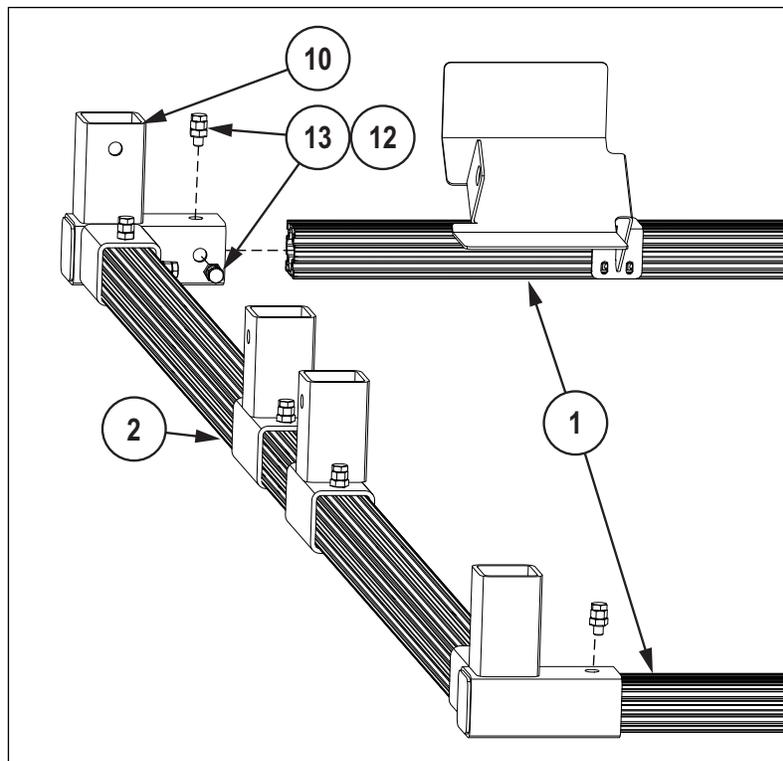

Abbildung 3-6. Montage der Seitenrahmen an den Dreizeige-Verbindern
3. Eine lange Stange wie in Abbildung 3-6 gezeigt mit jedem Dreizeige-Verbinder (Pos. 10) verbinden.